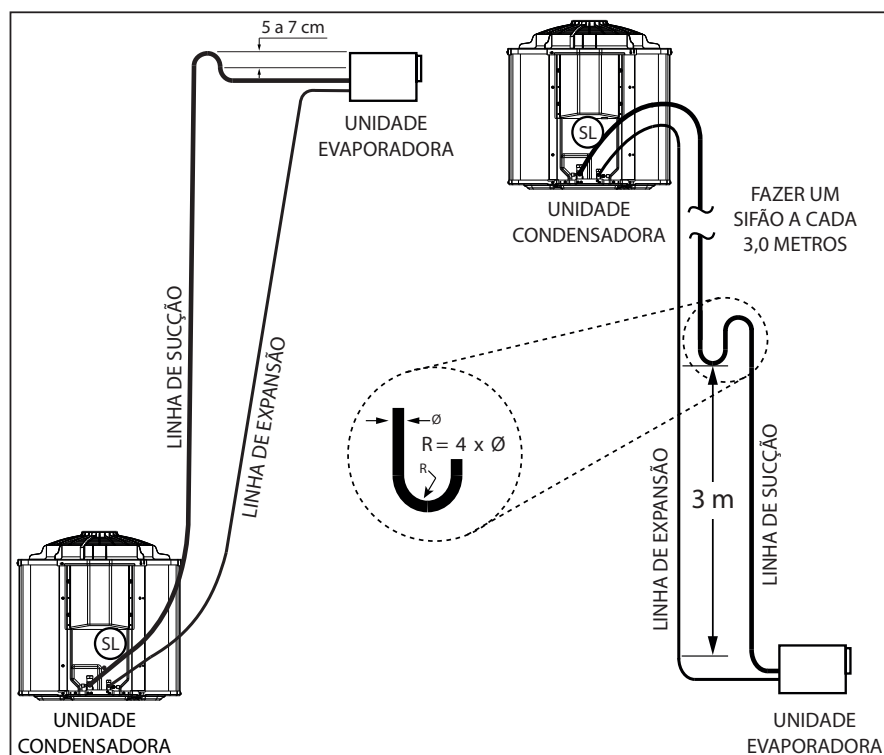

FIG. 30 - INSTALAÇÃO LINHAS DE INTERLIGAÇÃO
- 1º Elevar a linha de sucção acima da unidade evaporadora antes de ir para a unidade condensadora 5 a 7 cm, quando a evaporadora estiver acima ou no mesmo nível da condensadora. (Fig. 30)
- 2º Quando a unidade condensadora estiver em um nível superior ao da unidade evaporadora, fazer sifões nas subidas da linha de sucção a **cada 3,0 m**, considerando desde a saída da evaporadora. (Fig. 30).